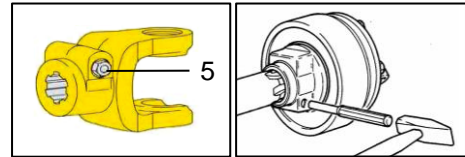

Bild 54: Klemmkonus- Verschluss
- Ziehhülse (Bild 54 / Pos.3) zurückziehen und Gelenkwelle auf Zapfwelle schieben bis Verschluss einrastet.
- Ziehhülse (Bild 54 / Pos.3) zurückziehen und Gelenkwelle von der Zapfwelle ziehen.